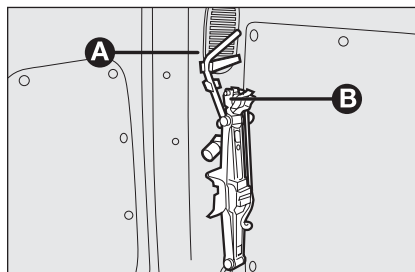
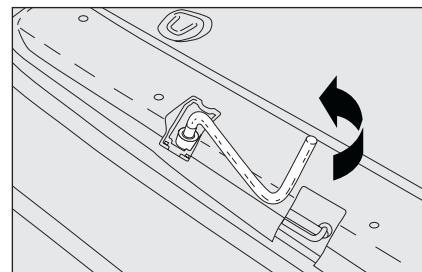

fig. 3
fig. 4
- ☐ estrarre la leva di manovra **A**-fig. 3 dai relativi sistemi di ritenuta;
- ☐ svitare il dispositivo di bloccaggio **B**-fig. 3;
- ☐ svitare con la leva di manovra **B**-fig. 3 il bullone di bloccaggio supporto ruota di scorta **fig. 4**;